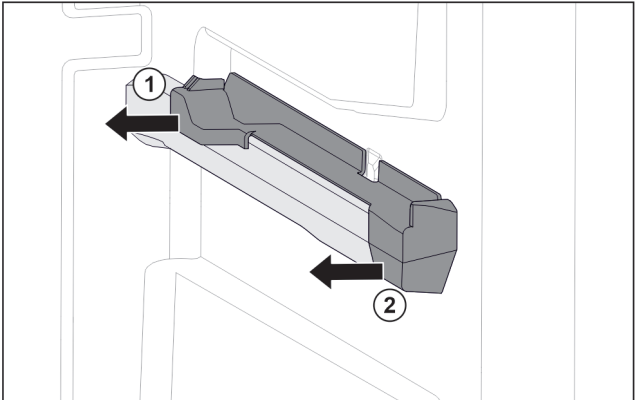

Fig. 83 Elemento inseribile sulla nervatura destra del contenitore
- Estrarre l'elemento inseribile dal lato posteriore di lato. Fig. 83 (1)
- Estrarre l'elemento inseribile dal lato anteriore di lato. Fig. 83 (2)